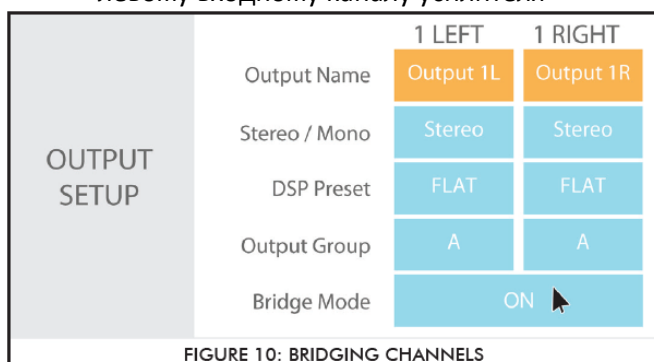

FIGURE 10: BRIDGING CHANNELS
1. Используйте левый аудио вход, когда усилитель работает в режиме моста (рис. 10)
2. Включите режим моста (ON) (рис. 10)